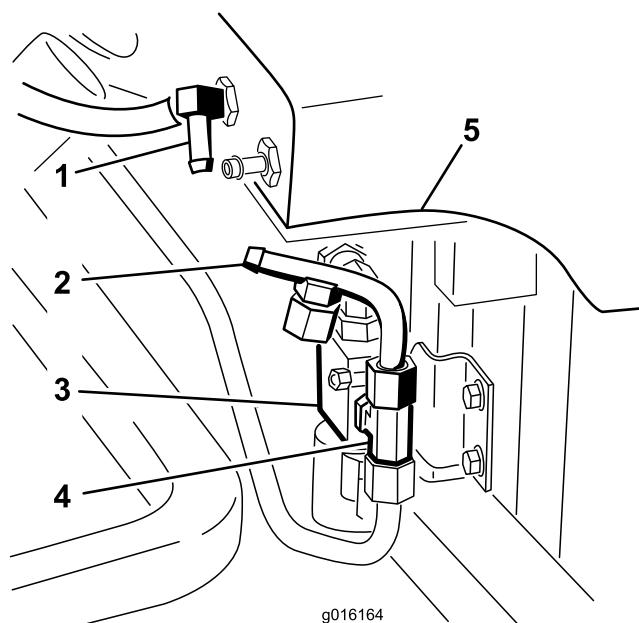

Figura 24
3. Collegate il tubo idraulico numero 4 al raccordo a T montato sul lato della valvola (Figura 24).